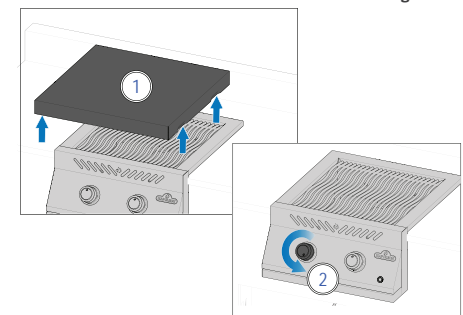

Fig. 2
4. Om brännaren inte tänds – vrid brännarens vred medurs till AV-positionen. Vänta 5 minuter. Upprepa steg 2 och 3. (Bild 2)